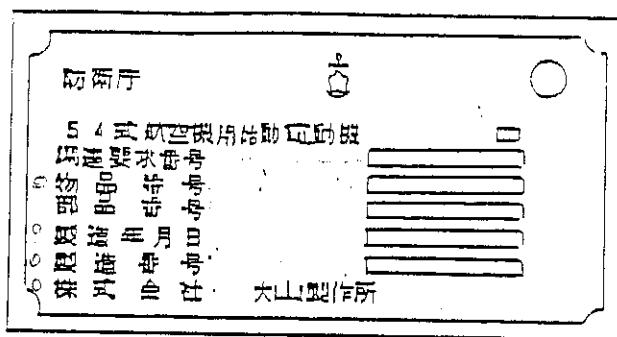

図1 1種銘板
- 1) 1種銘板は、器材等又は収納箱につけ、この仕様書2.5.3表4の1~8を表示する（図1参照）。